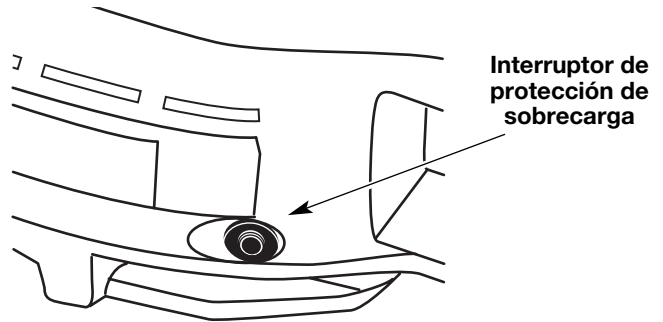

Fig. 7
2. Oprima el interruptor de sobrecarga para reajustarlo y volver a iniciar la operación (Fig. 7).